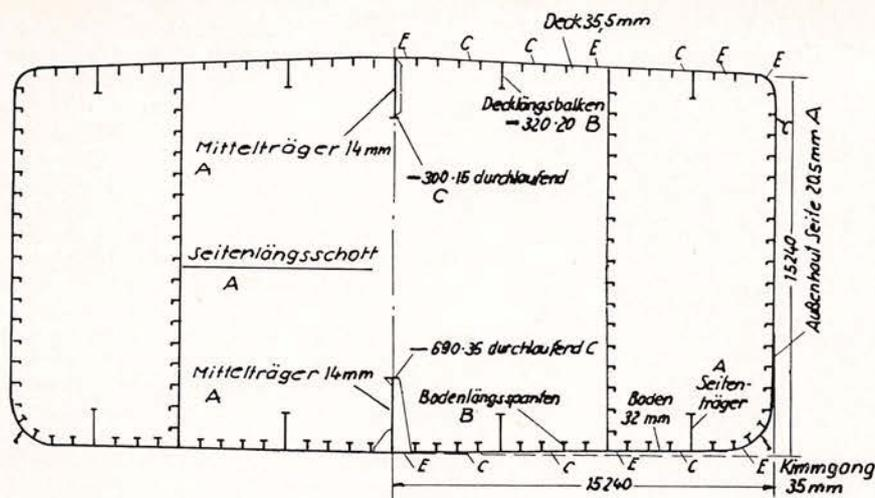

Abb. 3: Stahlgütegrade im Schiffskörper
Streckgrenze bedeutet: Belastungen oberhalb dieser Grenze erzeugen „Streckungen“, d. h. plastische, bleibende Verformungen. Außer der Festigkeit muß der Schiffbaustahl noch bestimmte andere Eigenschaften aufweisen. Hierzu siehe Tabelle Abb. 3. Die fünf mit A, B, C, D und E bezeichneten Gütegrade unterscheiden sich nicht in ihrer Festigkeit, sondern im wesentlichen in ihrer Zähigkeit und damit in ihrer Schweißbarkeit. Dies ist bei geschweißten Bauwerken — unsere Schiffe werden fast alle vollständig geschweißt — sehr wichtig, weil eine gute Schweißverbindung der einzelnen Bauteile die Voraussetzung eines bruchsicheren Schiffskörpers ist. Mit der Blechdicke steigen die zulässigen Belastungen; dementsprechend sind die Gütegrade zu wählen. Die Güte des Stahls wird durch große Buchstaben in alphabetischer Reihenfolge ausgedrückt; Grad E ist Stahl höchster Güte und liegt im Preis am höchsten. Abb. 3 zeigt an einem Querschnitt durch ein 47 000-t-Tankschiff die Anwendung von Stahl verschiedener Gütegrade. Neben den normalen Schiffbaustählen werden auch Sonderstähle verwendet, wie beispielsweise „Kaltzäh“ Spezialstähle für Schiffe, die Flüssiggasladun-
Zu 2: Außer den Hauptlängsverbänden gibt es in der Schiffskonstruktion eine ganze Reihe anderer wichtiger Bauteile. Einige davon sollen an Hand von Abb. 3 ebenfalls kurz beschrieben werden. Doppelboden (13): Die zwischen Tankdecke und Schiffsboden gebildeten Zellen dienen der Aufnahme von flüssigen Vorräten wie Wasser, Schmieröl, Treiböl usw. Der Doppelboden muß also ent-